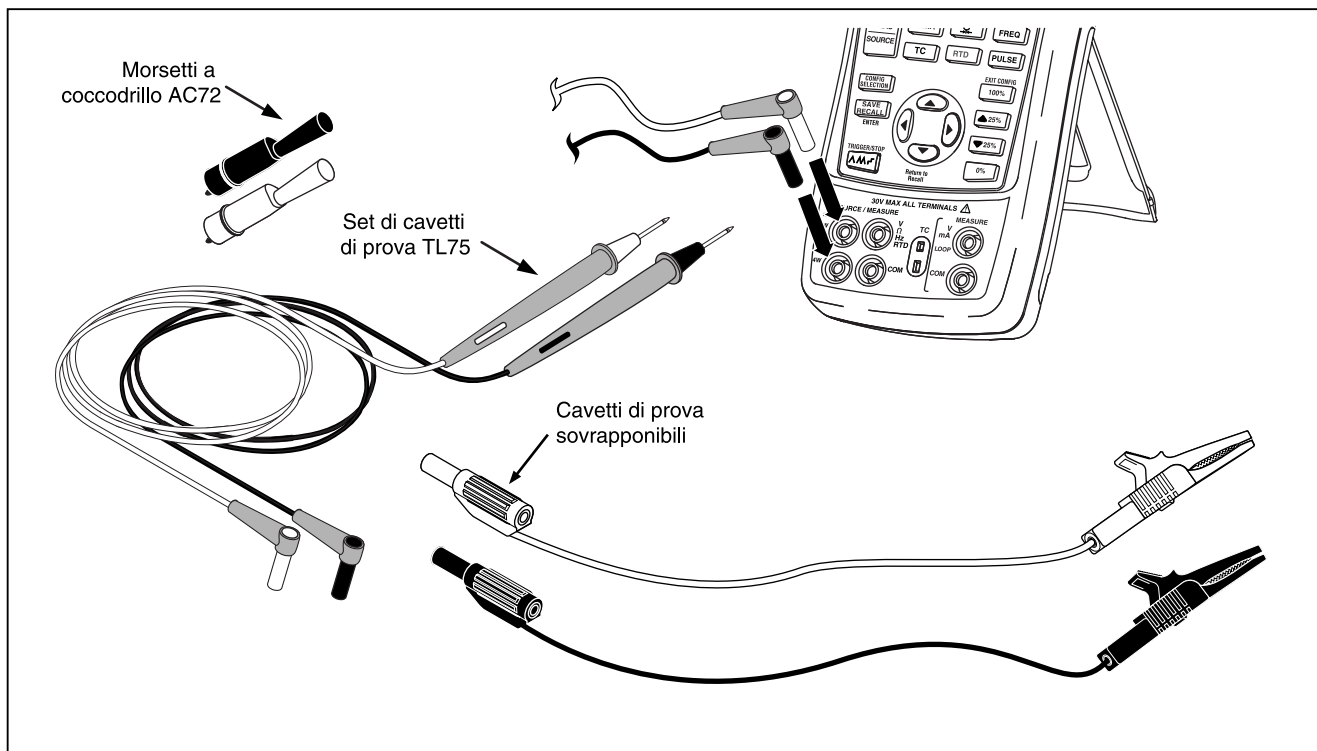

Figura 1. Accessori standard
Se il calibratore è danneggiato o manca qualcosa, rivolgersi immediatamente al rivenditore. Per ordinare accessori o ricambi, vedere la Tabella 8. Il calibratore è dotato dei componenti elencati qui di seguito (vedi Figura 1).
- Guida al prodotto *726 Product Overview* (non illustrata nella Figura 1).
- *CD-ROM 725/726* (contenente il Manuale d'uso; non illustrato nella Figura 1)
- 4 pile stilo (AA) (installate)